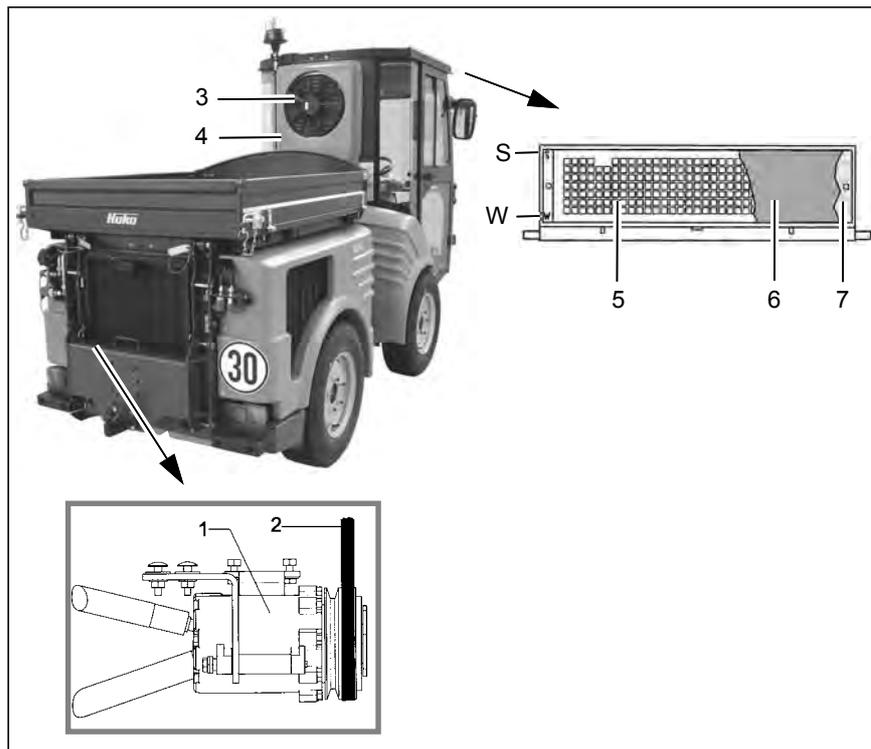

Fig. 56
Contrôler toutes les semaines si la natte filtrante (Fig. 56/6) est encrassée, plus souvent en cas d'interventions poussiéreuses. Procéder au démontage comme suit :
3. Desserrer les quatre vis de fixation de la grille de protection (Fig. 56/5) et retirer celle-ci.
4. Retirer la natte filtrante (Fig. 56/6), le nettoyer ou le remplacer si nécessaire.
Poser la plaque perforée qui se trouve derrière la natte filtrante (Fig. 56/6) (Fig. 56/7) de telle manière que la marque se trouve sur "S".
Poser la plaque perforée qui se trouve derrière la natte filtrante (Fig. 56/6) (Fig. 56/7) de telle manière que la marque se trouve sur "W".
Toutes les 250 heures contrôler l'état de salissure du condenseur (Fig. 56/3) de la climatisation et le nettoyer si nécessaire.
4. Desserrer les vis de fixation du carter (Fig. 56/4) en haut et en bas.
Contrôler comme suit la courroie trapézoïdale du groupe de climatisation (Fig. 56/1) toutes les 250 heures de service
4. Contrôler la consistance et la tension de la courroie (Fig. 56/2), la retendre ou la remplacer si nécessaire.